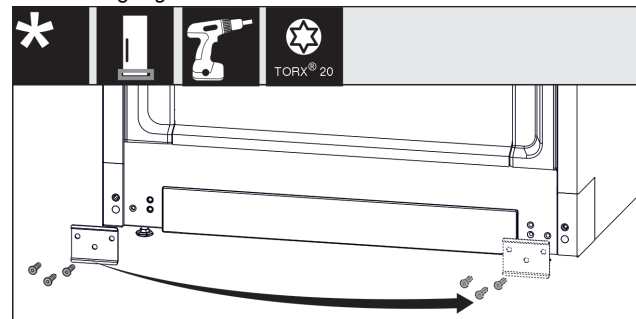

Fig. 21
- ▶ Blech Fig. 21 (1) abschrauben, auf die andere Seite umsetzen und wieder anschrauben.